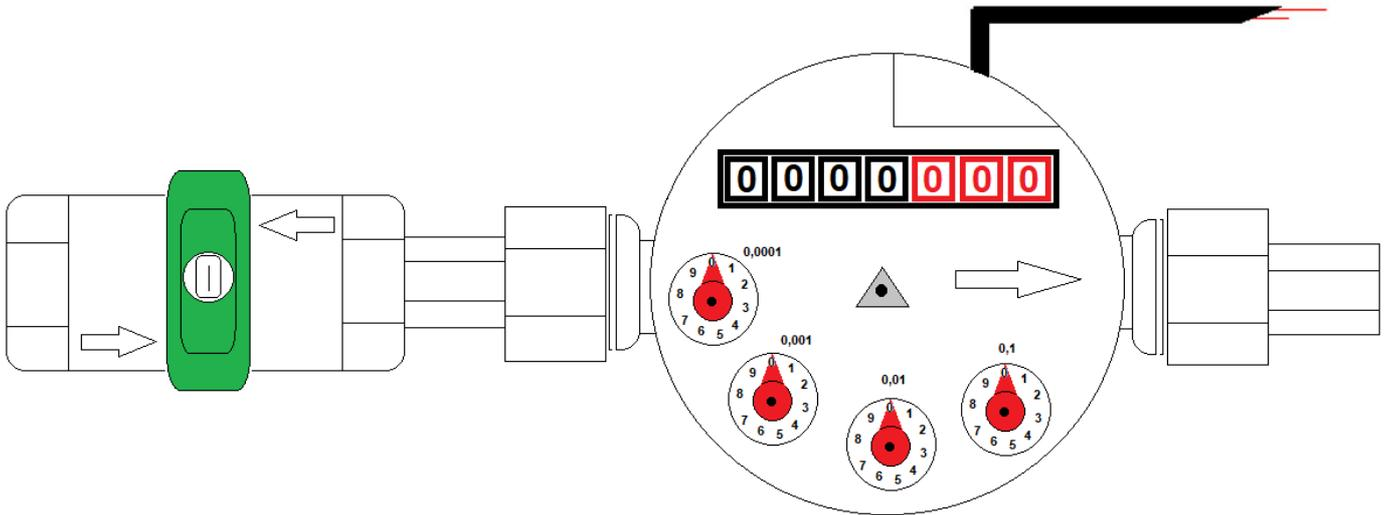
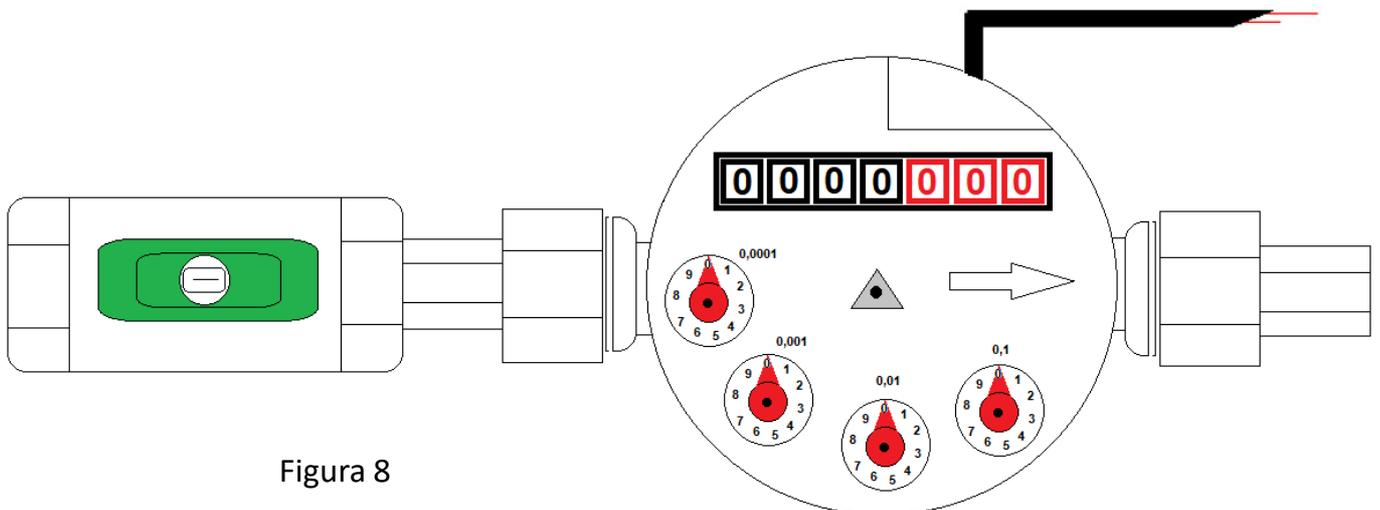

Figura 7
Figura 8
1.1.7 - Riaprire la valvola di chiusura e ripristinare il flusso di acqua originario (da Figura 7 a Figura 8).
1.1.8 - Una volta ripristinato il flusso come in Figura 8 verificare la tenuta dei raccordi A e B.